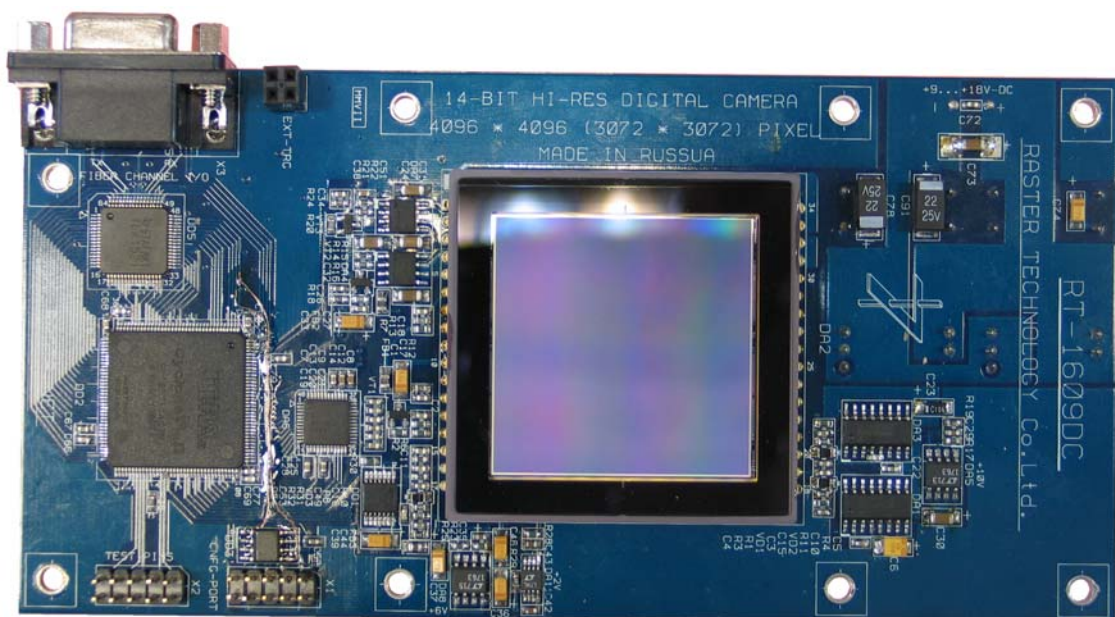

Рис.1. Модуль фотоприемника RT-1609DC
- Модуль фотоприемника RT-1609DC, рис.1;